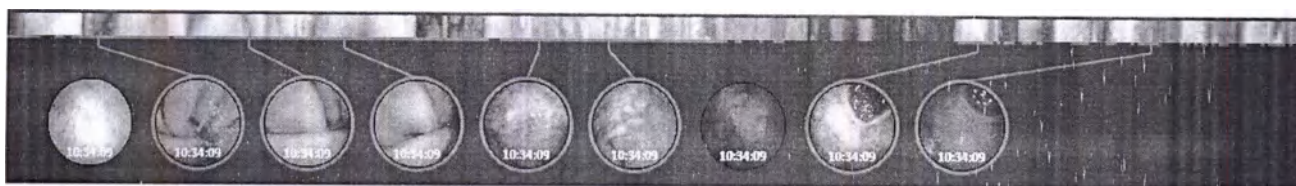

Рисунок 15 – Цветовая полоса и поле меток
2) цветовую полосу – форму единовременного отображения всех результатов исследования, расположенную в нижней части окна работы с изображением (рисунок 15).
3) поле меток, предназначенное для выделения на основе цветовой полосы интересных кадров. Поле расположено в нижней части окна работы с изображением под цветовой полосой (см. рисунок 15).